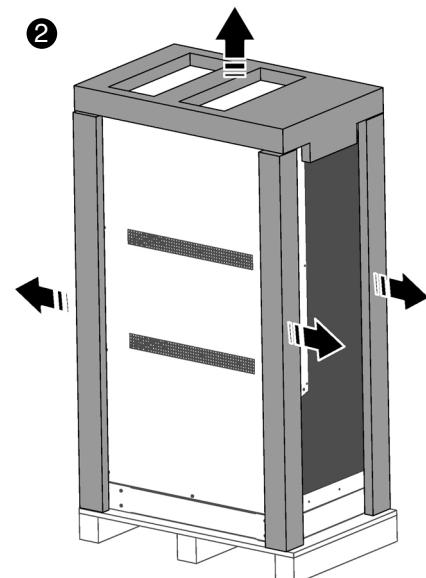

Fig. 29. Retrait des cantonnières et du couvercle en plastique.
Les *Fig. 21* à *Fig. 29* représentent à titre d'exemple les illustrations correspondantes à l'armoire ASI de 30 kVA ou 40 kVA.
- 2 Retirez les cantonnières et le couvercle en plastique (*Fig. 29*).